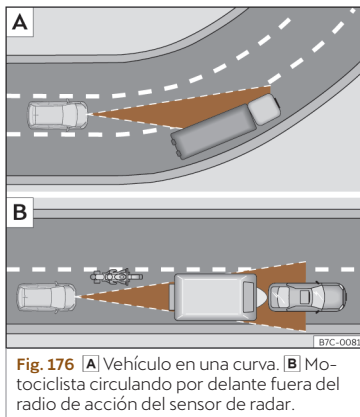

Fig. 176 A) Vehículo en una curva. B) Motociclista circulando por delante fuera del radio de acción del sensor de radar.
El ACC podría no detectar en curva el vehículo precedente o podría regular la distancia con vehículos que se encuentran en otros carriles»» fig. 176 [A].
- Vehículos que circulen desalineados o fuera de la zona de detección del sensor, por ejemplo, motocicletas»» fig. 176 [B]